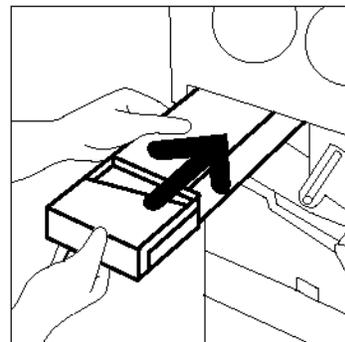

Figura 19: Colocación del contenedor de residuos del tóner nuevo
- 7 Alinee el contenedor de residuos nuevo con la flecha situada en la copiadora/impresora y colóquelo en la copiadora/impresora, tal y como ilustra la Figura 19.